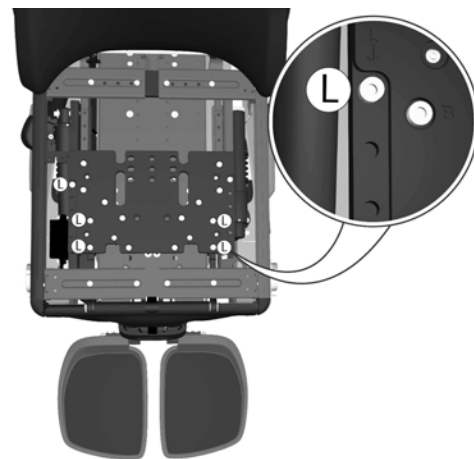

Abbildung 532. Die Position des vorderen Sitzrahmenabschnitts (Beinstützenposition) ist mit fünf Schrauben festgelegt. Sie sind mit dem Buchstaben L markiert.
6. Sichern Sie die gewünschte Einstellung, indem Sie die fünf Schrauben (L) wieder anbringen. Siehe Abb. 532.